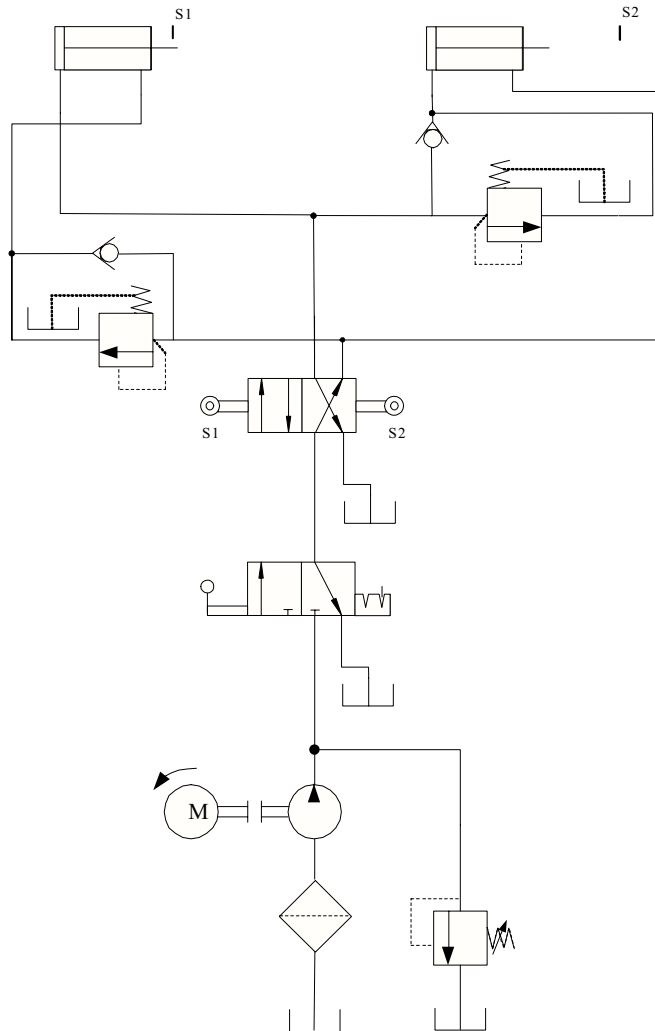

Figura 9.3. Circuito hidráulico propuesto.
5. Analizar el diagrama que se muestra en la figura 9.3.
2. Anotar la secuencia producida por el circuito de la figura 9.3. Realizar un circuito neumático que produzca exactamente la misma secuencia. Escribir el diagrama en la figura 9.6 y realizar la simulación.